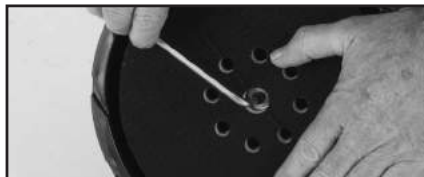

Abb. 11
- Halten Sie den Stützteller mit der Handfläche einer Hand fest, während Sie die Innensechskantschraube unter Verwendung des mitgelieferten Inbusschlüssels (5 mm) mit der anderen Hand lösen. **(Abb. 11)**